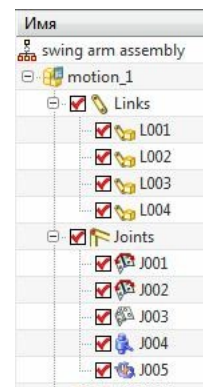

рис.62
• Навигатор сборки этого механизма показан на рис.62. Здесь включены: